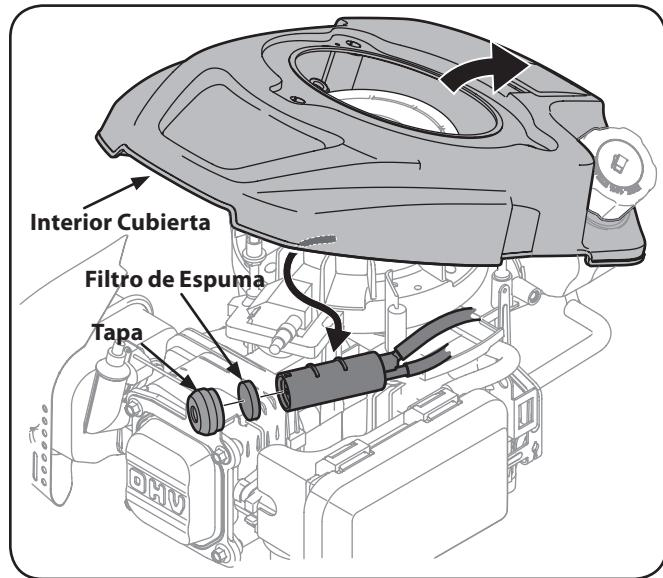

Figura 6-4
- Levante interior cubierta de motor y tire con cuidado montaje caja del filtro de carbono de bajo cubierta, como se muestra en la Figura 6-4.
- Retire la tapa del extremo del cartucho y tire el filtro de espuma y vuelta desde el interior del conjunto. Vea la Figura 6-4. Limpie o reemplace el elemento cuando está dañado.